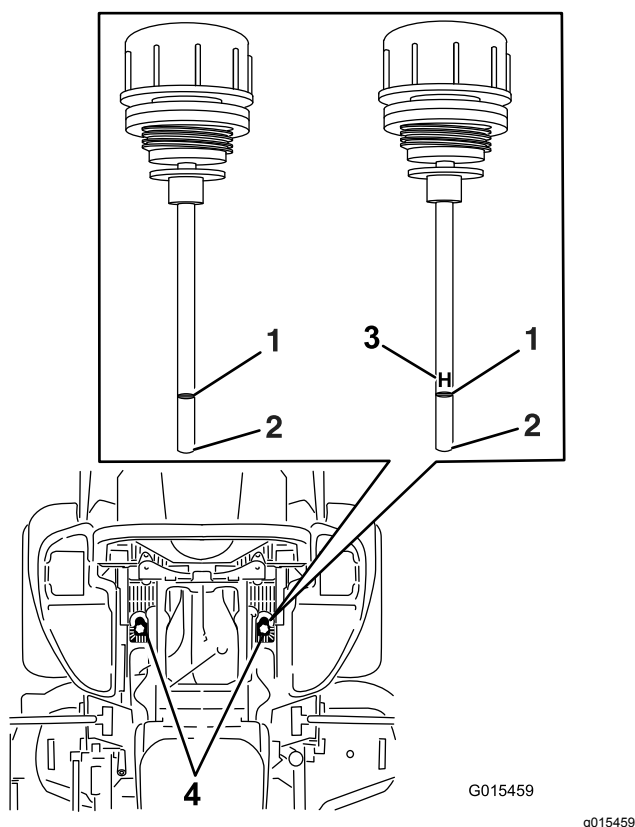

Figura 94
6. Pulite l'area attorno all'asta di livello dei serbatoi dell'impianto idraulico (Figura 94).
7. Togliete un'asta di livello dal serbatoio idraulico (Figura 94).
9. Togliete l'asta e controllate l'estremità (Figura 94).